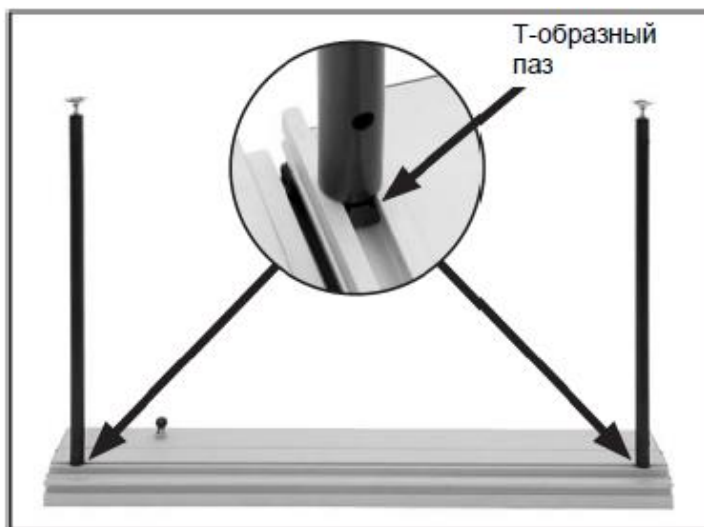

Рис. 3. Закреплённая опора
4. Перевернуть подвижный стол, вставить опоры стола Т-образными ползками (рис. 3) в Т-образные пазы в нижней части подвижного стола, затем рукой затянуть опоры по часовой стрелке для их фиксации по месту.
**Примечание:** для обеспечения большей устойчивости следует располагать опоры вблизи краёв подвижного стола, как показано на рис. 3.